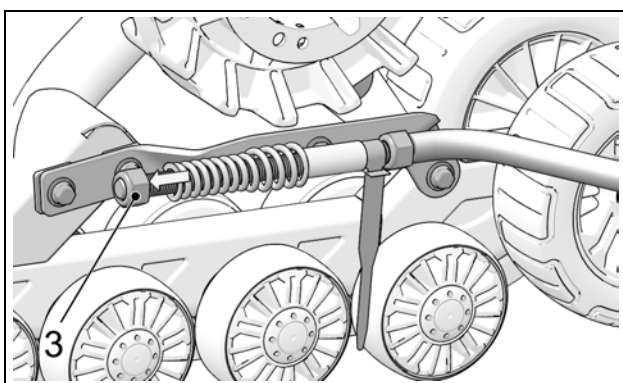

Figure 12
*NOTE :* L'ancrage arrière (2) installé sur le véhicule peut différer de celui montré dans l'illustration.
- Desserrer l'écrou (3) comprimant le ressort du bras stabilisateur. Voir la Figure 12.